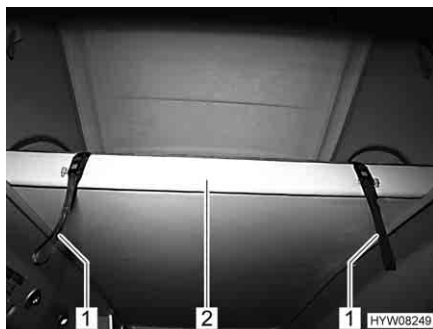

Fig. 41 Superficie utile ribaltabile
- Se la superficie utile ribaltabile è ribaltata verso l'alto: Tirare la superficie utile (Fig. 41,2) verso il basso utilizzando la cinghia ausiliaria (Fig. 41,1).